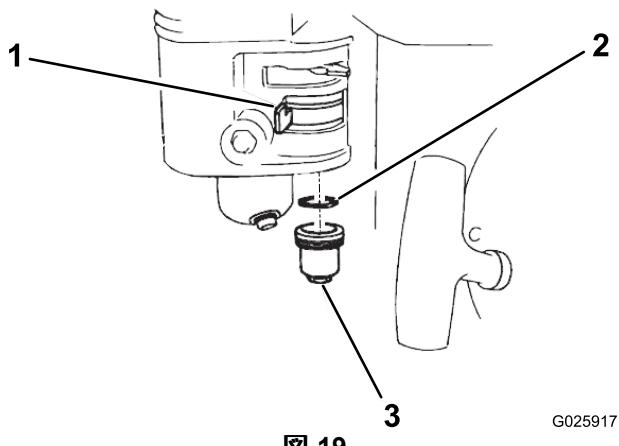

図 19
1. 燃料バルブを OFF 位置にセットし、異物カップと O リングを取り外す図 19。